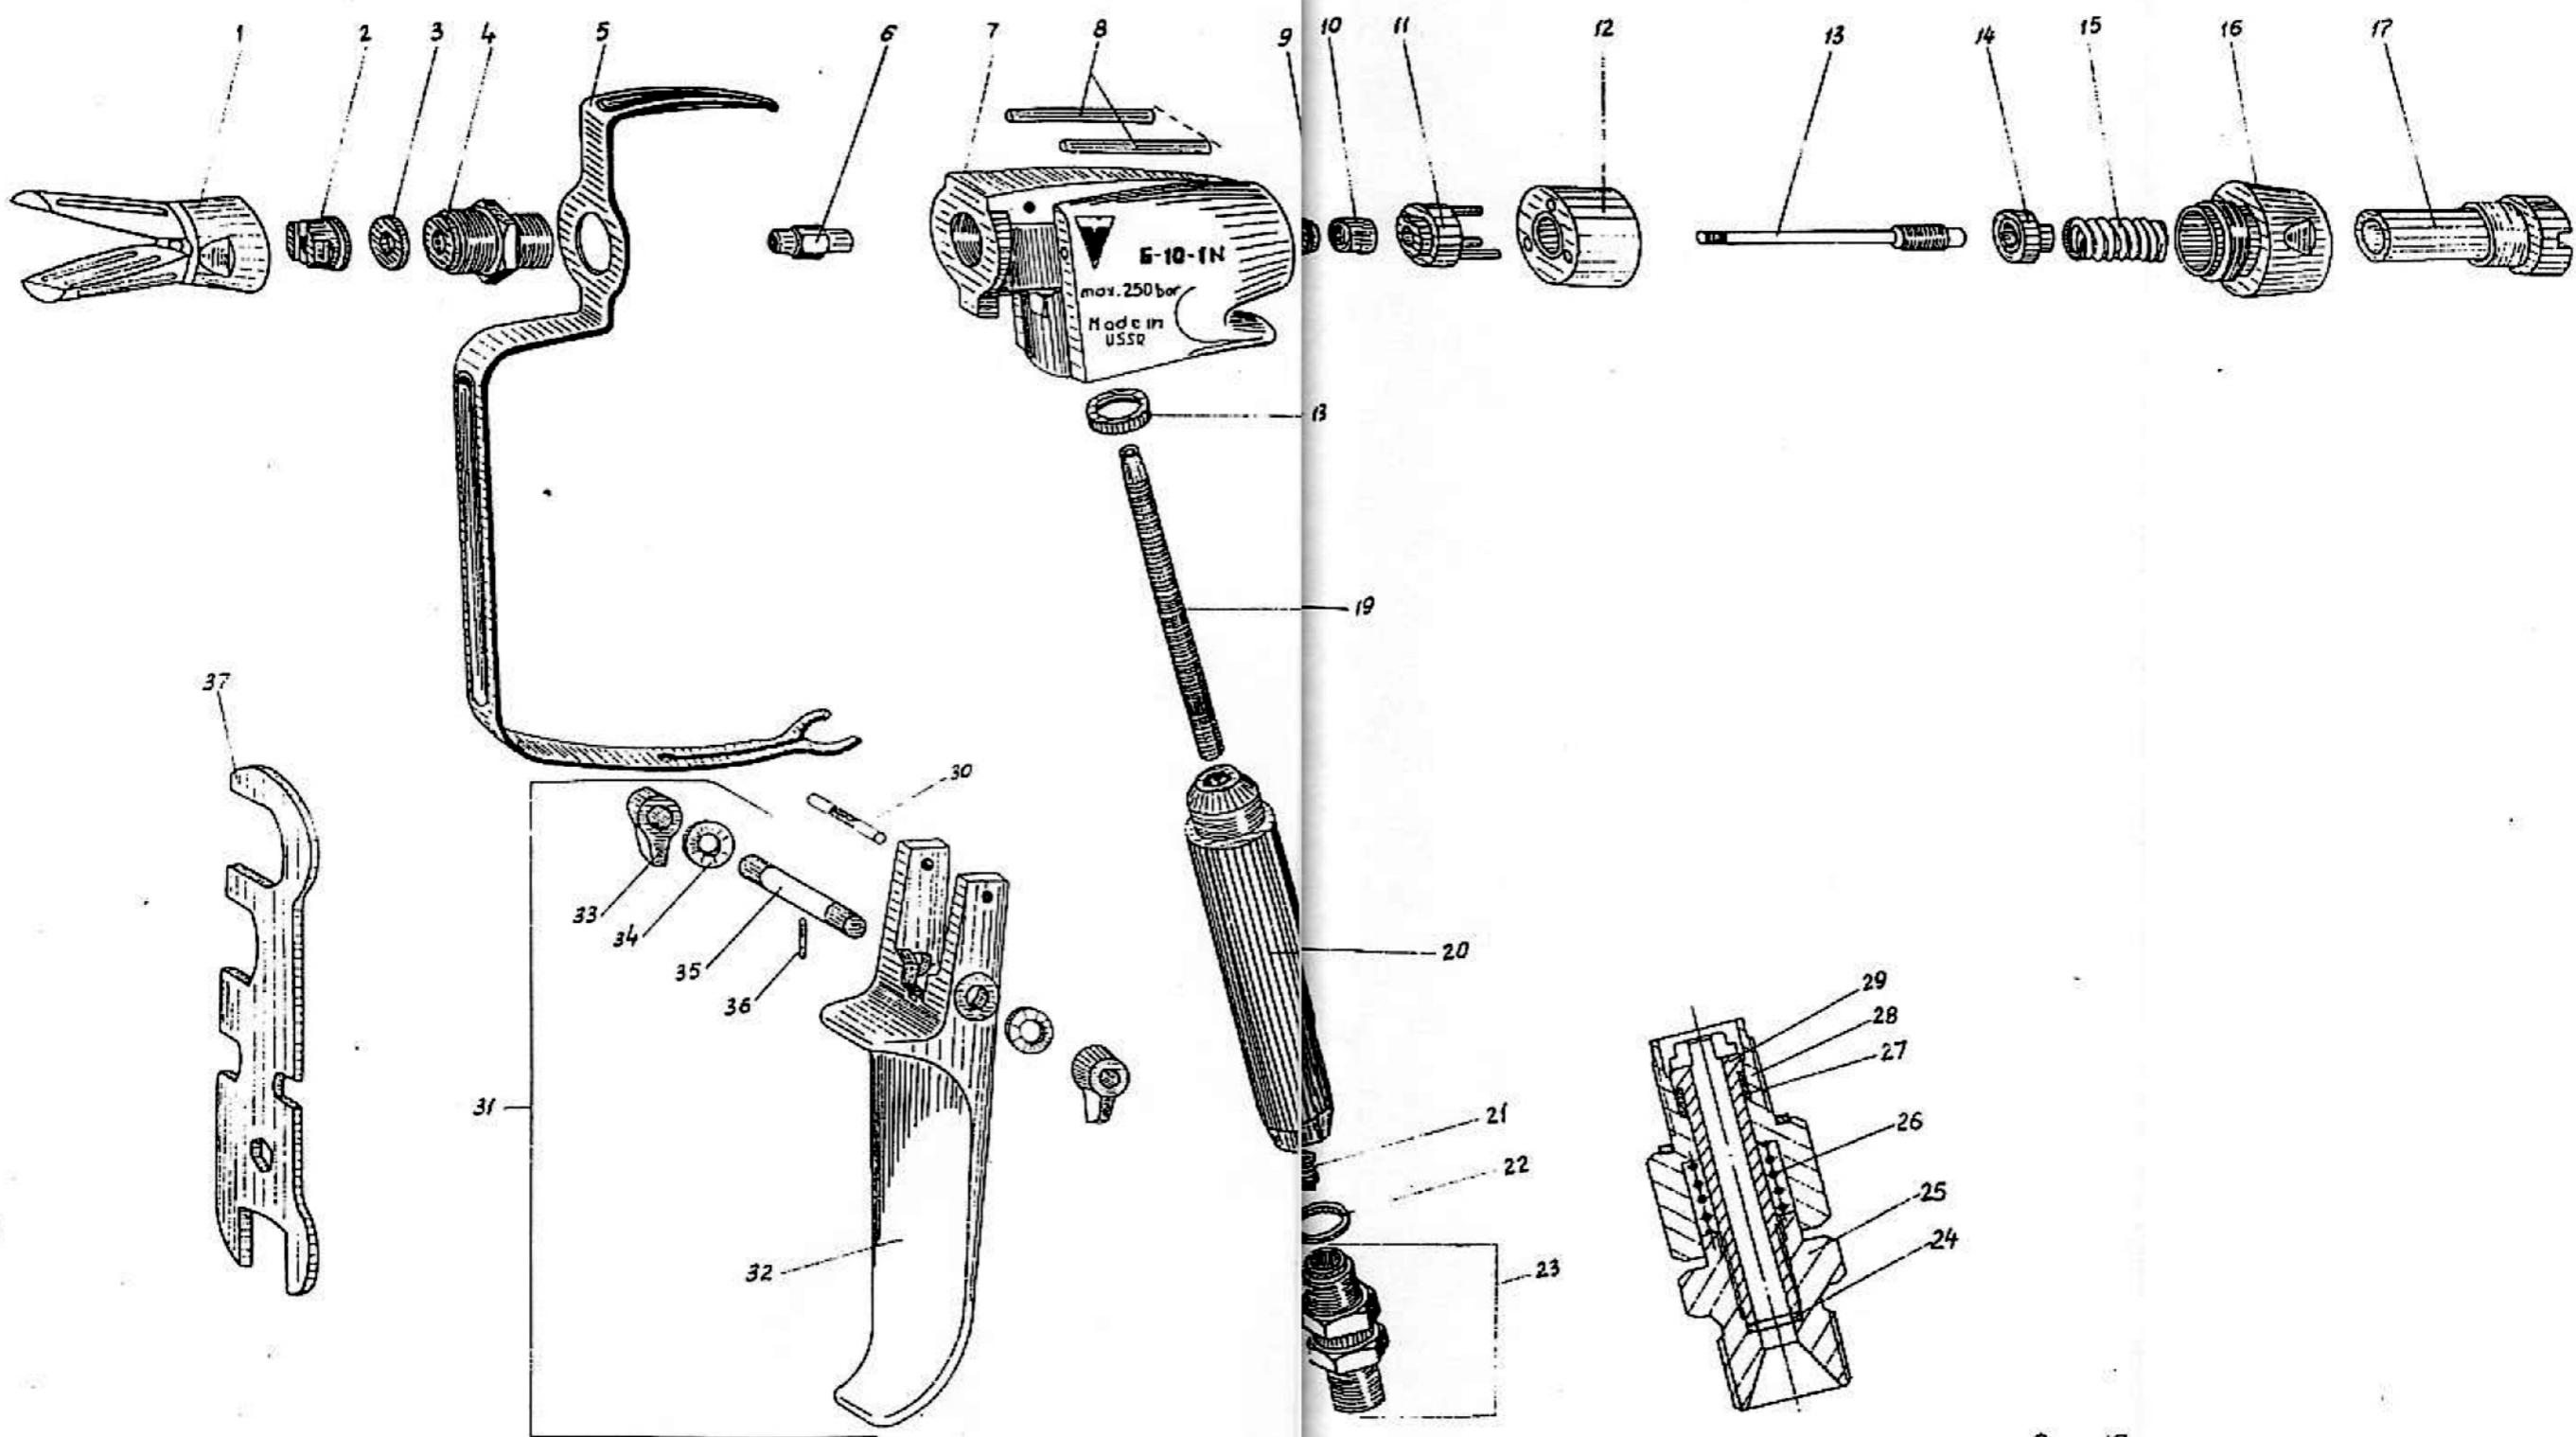

Рис. 19.
9.3.11. Пистолет Г-10-И (рис. 19).